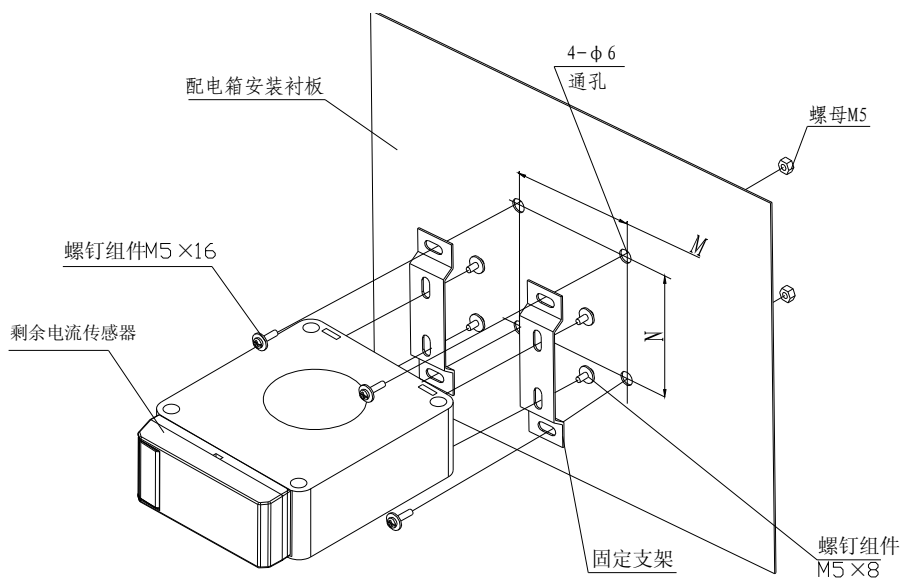
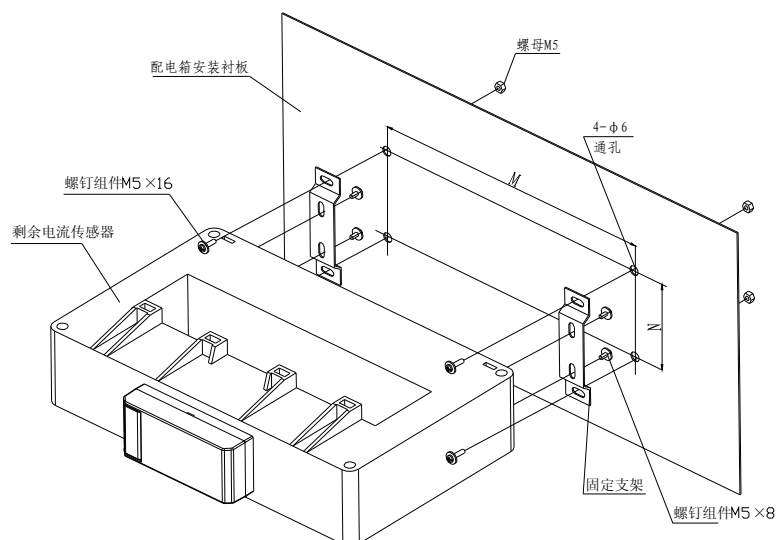
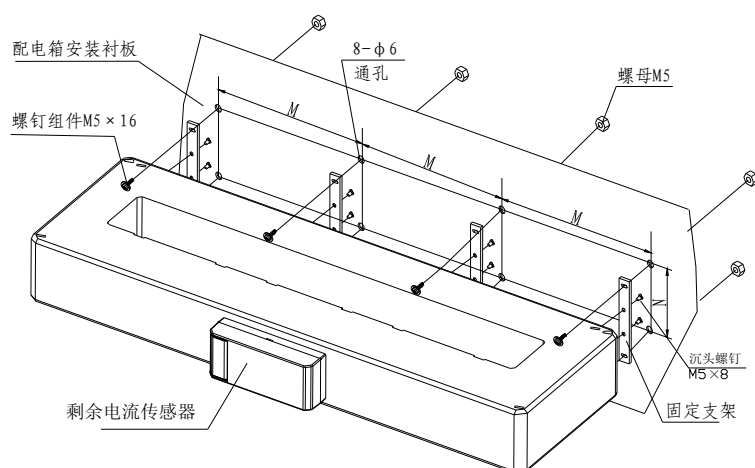
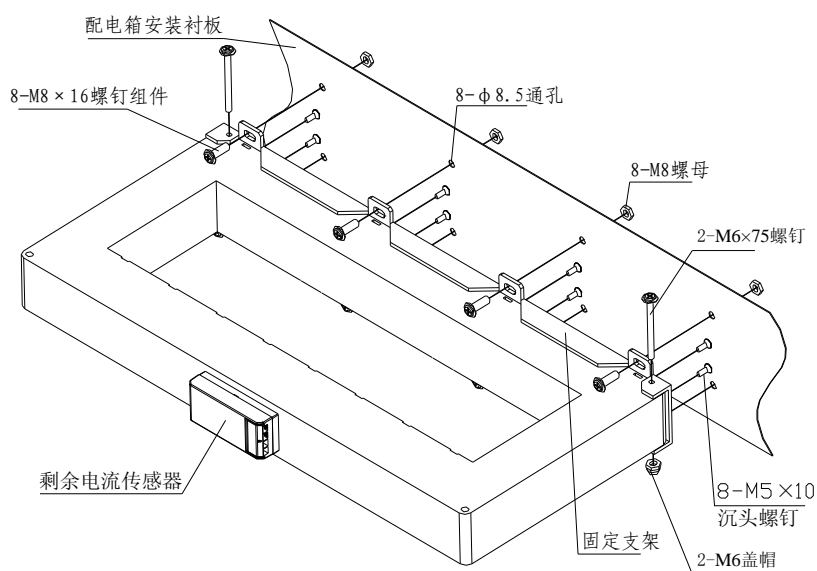

图 2.17 闭口圆孔型传感器安装过程分解图
图 2.18 闭口方孔型传感器安装过程分解图
图 2.19 闭口方孔型 (GSTZCT-40F) 传感器安装过程分解图
图 2.20 闭口方孔型 (GSTZCT-50F) 传感器安装过程分解图
2.4.2 闭口圆孔型传感器安装过程分解图如图 2.17 所示，闭口方孔型传感器安装过程分解图如图 2.18、图 2.19 和图 2.20 所示，M、N 的值见表 2.5 所示。